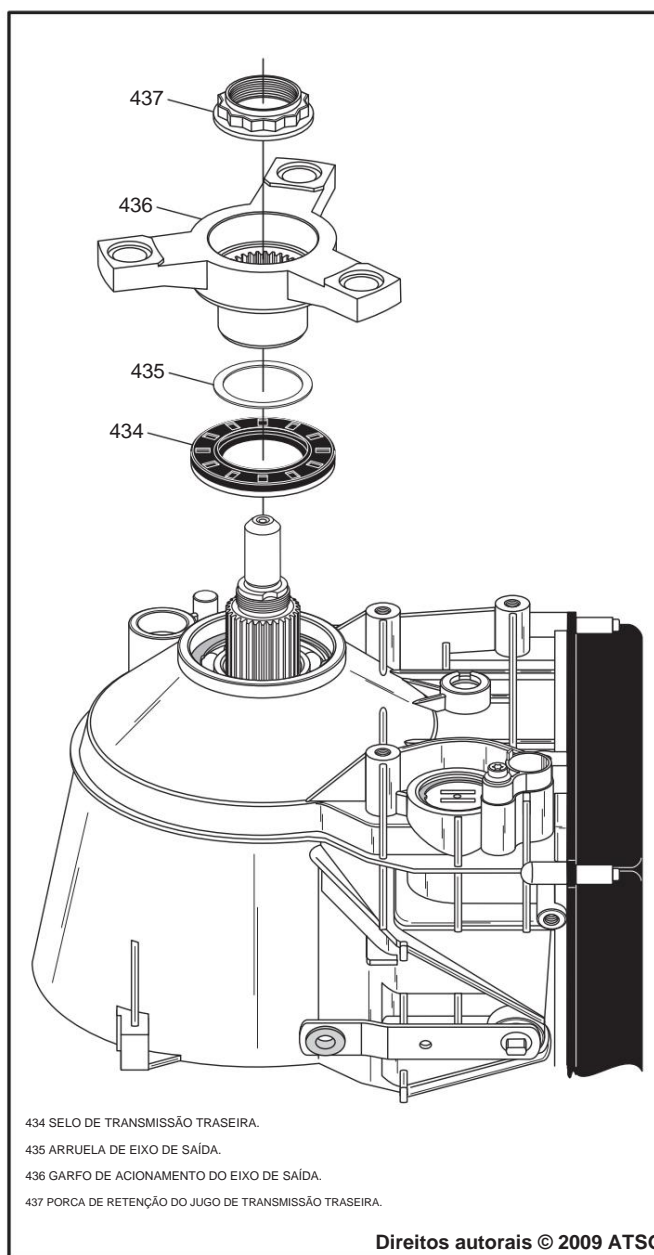

Figura 43
8. Gire a transmissão de forma que o garfo do eixo de saída fique voltado para cima, conforme mostrado na Figura 43.
10. Remova a porca de retenção do garfo de acionamento do eixo de saída, usando um soquete de 30 mm e 12 pontas, conforme mostrado na Figura 43.
11. Remova o garfo de acionamento do eixo de saída, conforme mostrado na Figura 43.
12. Remova e descarte a vedação traseira da transmissão, conforme mostrado na Figura 43.
13. Remova a arruela do eixo de saída da transmissão, conforme mostrado na Figura 43.